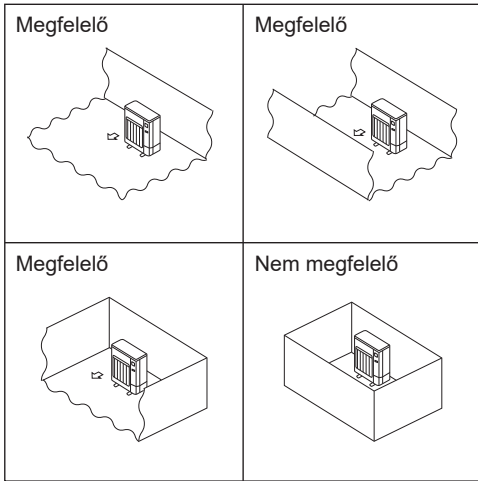

Fig. 2-2
- A kültéri egységeket olyan helyre kell felszerelni, ahol legalább a négy oldal egyike nyitott, és kellően nagy, bemélyedések nélküli tér áll rendelkezésre. (Fig. 2-2)